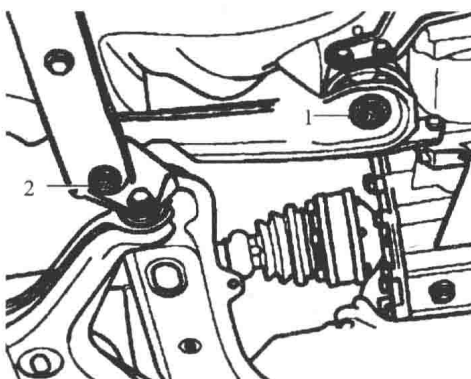

图 1-9 拆卸螺栓
(11) 拆卸螺栓 1,旋松螺栓 2,拆卸变速箱减震垫和减震垫前支架,如图 1-9 所示。